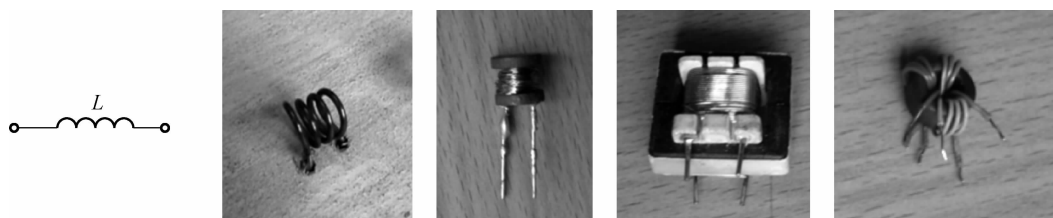

图 1-4 电感元件
(2)电感元件。储存磁场能量的电磁特性可用电感元件表征,如电感器等,如图 1-4 所示。